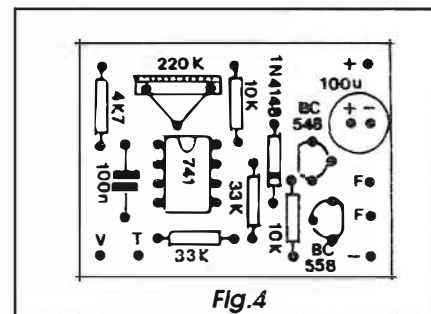
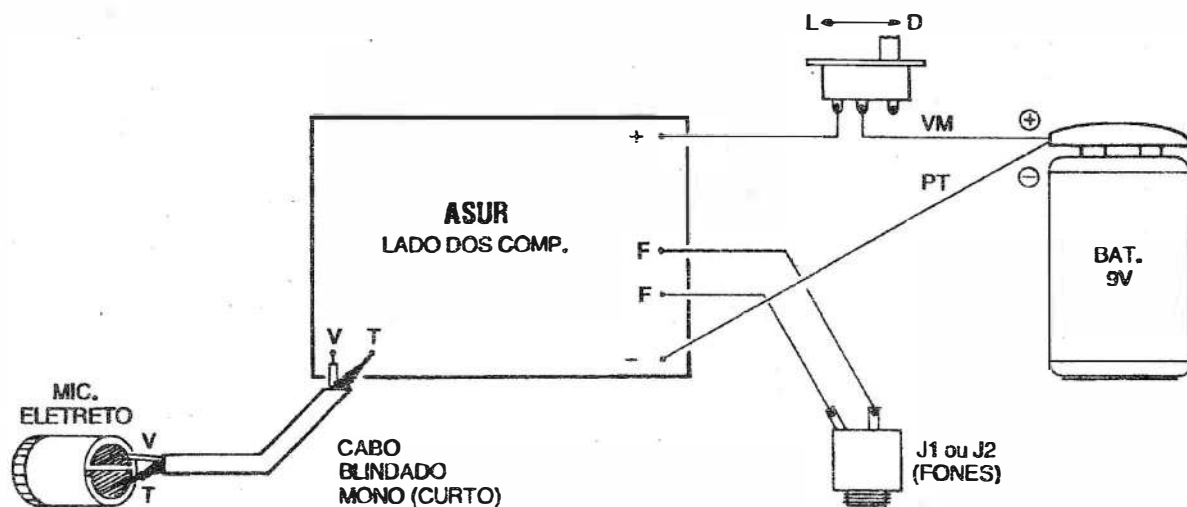

Fig.4
Fig.5
- **FIG. 4 - CHAPEADO DA MONTAGEM** - Lado não cobreado da plaquinha, já com todos os principais componentes inseridos e identificados (valores, polaridades, códigos, etc.). Atenção ao posicionamento das peças polarizadas, que não podem ter seus terminais colocados de forma invertida nos respectivos furos... É o caso do integrado (com a extremidade marcada voltada para o *trim-pot*), do diodo (com seu terminal de *catodo*) demarcado pela faixa ou anel em cor contrastante..., do capacitor eletrolítico (polaridade indicada no próprio *corpo* do componente) e dos dois transistores, com inserção referenciada pelos respectivos la-
- **FIG. 5 - CONEXÕES EXTERNAS À PLACA** - Mantendo a visão da placa pelo seu lado sem cobre (onde repousam os componentes principais, já mostrados no diagrama anterior...), a abordagem agora visa as conexões externas, todas simples, embora exigindo a costumeira dose de atenção... Observar que as ligações do *clip* da bateria são polarizadas, com o velho código de fio **vermelho** no **positivo** e fio **preto** no **negativo**... Notar ainda a intercalação do pequeno interruptor no cabo do **positivo (vermelho)**... A conexão ao microfone (rever **FIG. 3**) deve ser feita com um pedaço curto de cabo blindado mono, observando-se os locais de ligação para o fio **vivo (V)** e malha de **terra (T)** na placa e na traseira do componente... As ligações entre os pontos **F-F** da placa e os terminais do jaque de fone, em tese, não são polarizadas... Entretanto, dependendo do conjunto jaque/plugue utilizado (e também na dependência dos fones...), o leitor/hob-
bysta deverá adotar um dos *truques* também explicados em figura da descrição da montagem **FOSF (FONE SEM FIO - INFRA-VERMELHO)**, na presente **APE**, de modo que componentes estéreo possam ser organizados para funcionamento correto em mono, sem problemas... Tanto nas conexões soldadas externas (**FIG. 5**), quanto nas ligações dos componentes (**FIG. 4**), é importante conferir tudo ao final, é só então cortar as sobras de *pernas*, terminais e fios, pela face cobreada da placa, assegurando-se que os pontos de solda estejam todos perfeitos, sem *corrimentos* ou falhas...